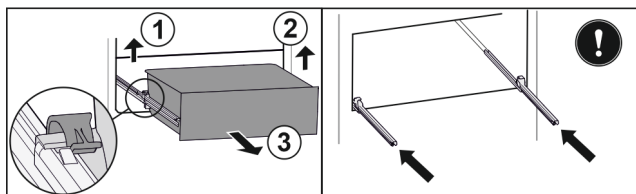

Fig. 144
- Lyft vänster klämma och dra samtidigt utdragslåda till vänster framåt. Fig. 144 (1)
- Lyft höger klämma och dra samtidigt utdragslåda till höger framåt. Fig. 144 (2)
- Ta ut utdragslåda genom att dra den framåt. Fig. 144 (3)